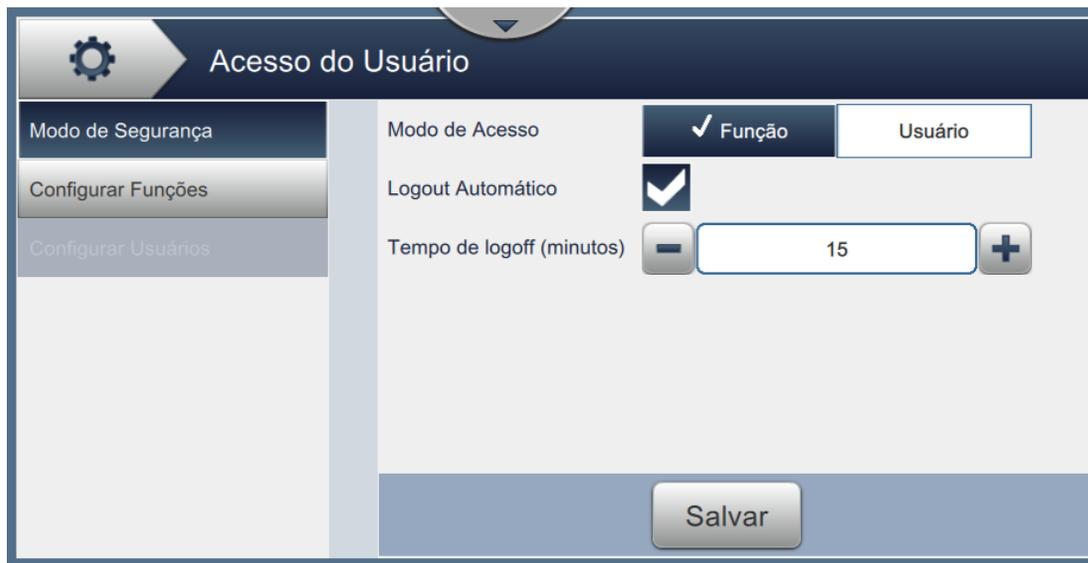

Figura 6-18: Acesso do usuário
1. Toque no botão  na tela Ferramentas. A tela Acesso do usuário é aberta, como mostra a Figura 6-18.